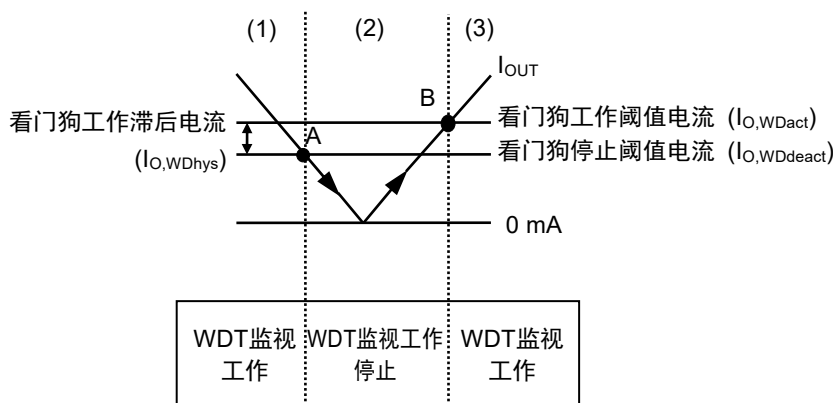

图41 自律看门狗工作功能
- (1) 稳压器的 $I_{OUT}$ 大于或等于看门狗工作阈值电流 ( $I_{O,Wdact}$ )，并且WADJ端子电压 ( $V_{WADJ}$ ) 高于基准电压 ( $V_{ref}$ ) 时，比较器 (C1) 的输出变为 "H"。此时，看门狗定时器进行监视工作。
- (2) 当 $I_{OUT}$ 降低到小于或等于看门狗停止阈值电流 ( $I_{O,Wddeact}$ ) (图41的A点) 时， $V_{WADJ}$ 也降低到小于或等于 $V_{ref}$ ，C1的输出变为 "L"。此时，看门狗定时器停止监视工作。即使 $I_{OUT}$ 上升，在未达到 $I_{O,Wdact}$ 时，看门狗定时器保持停止监视工作的状态。
- (3)  $I_{OUT}$ 再继续上升，达到大于或等于 $I_{O,Wdact}$  (图41的B点) 时， $V_{WADJ}$ 也上升到大于或等于 $V_{ref}$ ，C1的输出变为 "H"，看门狗定时器开始监视工作。